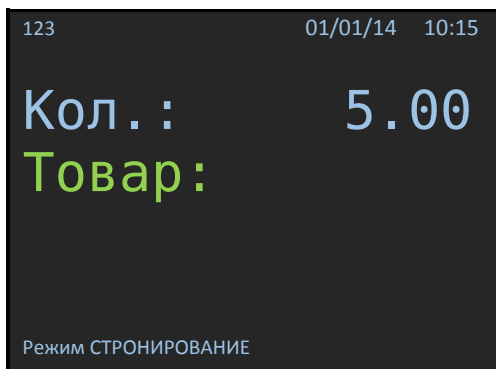

Рис.7.10. Окно редактирования товара в чеке
2. Продажа по коду товара. Ввести сторнируемое количество товара, нажать [**Количество**], в открывшемся окне (Рис.7.10) ввести код товара и нажать [**Ввод**].